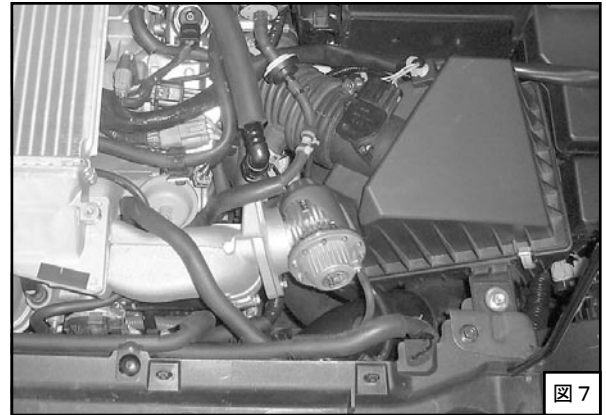

図7
- (2) ブローオフアセンブリを取付けてください。(図5、図7)
- (3) キットパーツを使用してブローオフバルブ作動用の配管を行ってください。
- (5) ブローオフアセンブリがボディなどと干渉しないように位置を決め、ボルトを本締めしてください。(図7)
- (6) サクションホース、ブローバイホースを元のように取付けてください。(図7)
- (7) エアクリーナケースアッパを元のように取付けてください。(図7)
- (8) エアフロメータセンサにコネクタを接続してください。